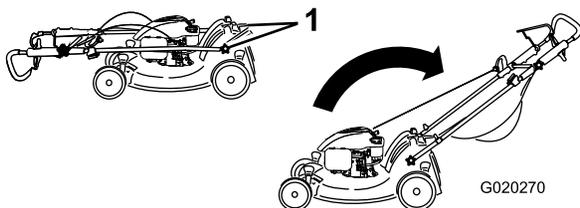

Figura 3
1. Staccate le manopole della stegola dalla scocca della macchina (Figura 3).
1. Manopola della stegola (2)
3. Montate e serrate le manopole della stegola staccate al punto 1 (Figura 3).